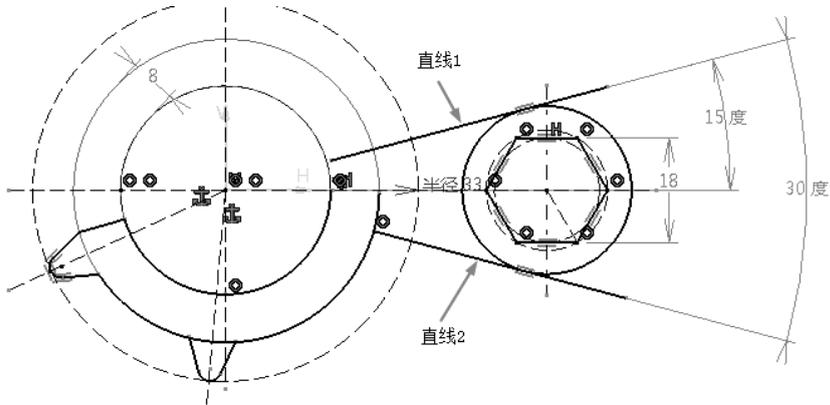

图 5-143
- 单击“直线”按钮，绘制如图 5-143 所示的两条斜直线。再单击“相切”按钮将斜线与右侧 $\varnothing 29$ 的圆相切约束。